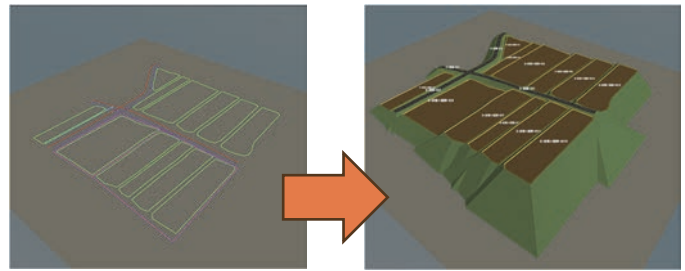

図1 2Dデータから3Dモデルへの変換
- 従来の2次元汎用CADソフトウェアを用いて、標高値を含む構造物の骨格線データを作成し、本ソフトウェアに読み込ませることで、瞬時にほ場、農道などを自動的に3次元モデルに変換できます。(図1)